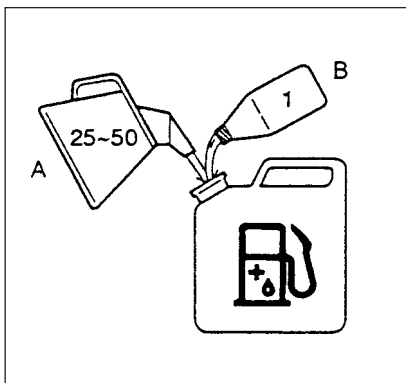

Fig. 2-1
Brennstoff (Fig. 2-1)
Skru justeringskraven (1) mot klokken for å minske mengden, og skru den med klokken for å øke mengden. (Fig. 2-1 C)